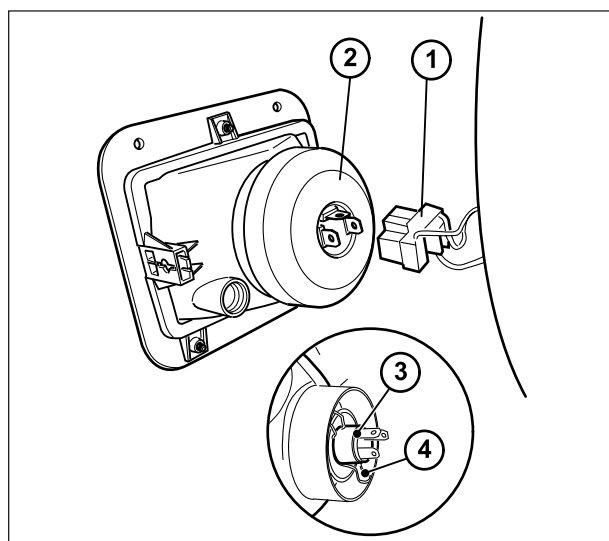

Fig. 129b
- 2 - Quitar el conector (1 Fig.129b).
- 3 - Quitar la protección de goma (2 Fig. 129b).
- 4 - Aflojar el resorte de retención (4 Fig. 129b).
- 5 - Quitar la bombilla averiada (3 Fig. 129b).